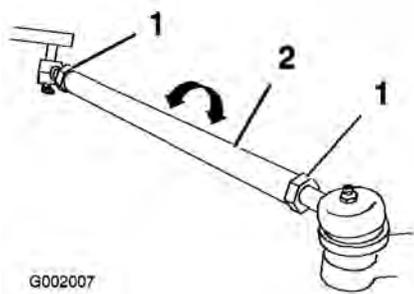

Figura 56
5. Se a medição obtida não corresponder aos valores especificados desaperte as porcas de segurança nas extremidades das barras transversais (Figura 56).